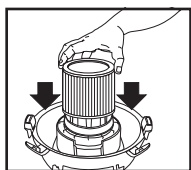

FIGURE 9
15. Alors que le couvercle du réservoir est renversé, glissez la cartouche filtrante vers le bas, sur le support de couvercle, et poussez jusqu'à ce que les joints du filtre reposent contre couvercle. **FIGURE 9.**